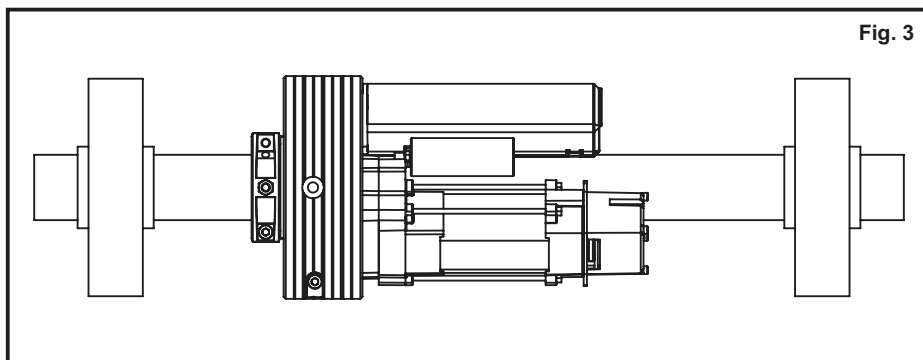

Fig. 3
- H) Verificare che il motore risulti posizionato sul lato destro vista interna serranda e avvitare la vite TE M10 (vite testa esagonale senza dado, posizionata nella parte anteriore del collare di chiusura chassis) facendola penetrare nel foro M10 praticato precedentemente sul tubo della serranda (FIG. 3).
- H) Verify that the electric motor is placed on the right side rolling shutter and screw the TE M10 (hexagonal screw without nut, placed on the foreground part of the second part of the chassis) screwing it inside the hole M10, effectuated before on the tube of rolling shutter (FIG. 3).
- H) Vérifier que le moteur électrique est positionné à droite et serrer la vis TE M10 (vis tête hexagonale sans écrou, positionné dans la partie antérieure de la deuxième partie du chassis) serrant la dans le trou M10 effectué précédemment sur le tube du rideau métallique (FIG. 3).
- H) Comprobar que el motor eléctrico está colocado a la derecha vista interna de l'enrollable y atornillar el tornillo TE M10 (tornillo hexagonal sin tuerca, colocado en la parte delantera del segundo chasis) atornillando totalmente en el taladro M10 efectuado anteriormente en el eje de l'enrollable (FIG. 3).